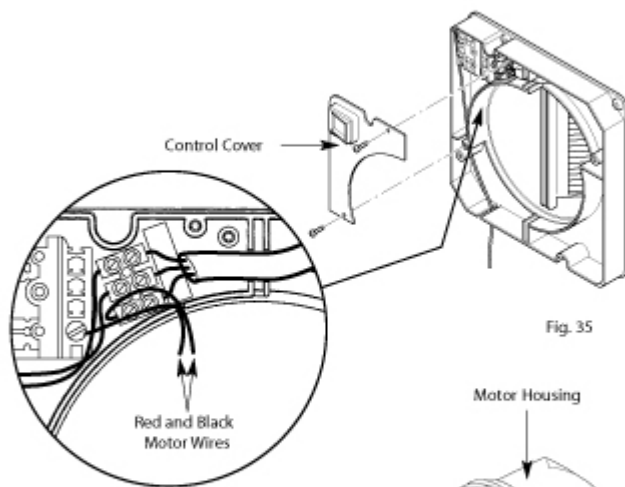

Fig. 35
1. Enlever la façade de contrôle et déconnecter les câbles rouge et noir du moteur. (fig35)